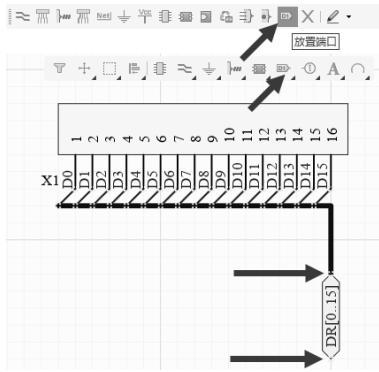

图 5-47 放置端口
- (1) 按快捷键“PR”或者执行菜单命令“放置-端口”。
- (2) 按“Tab”键设置属性（名称、左右方向、输入/输出）。
- (3) 单击确定端口的一个端点，再单击确定其另一个端点，如图 5-47 所示。